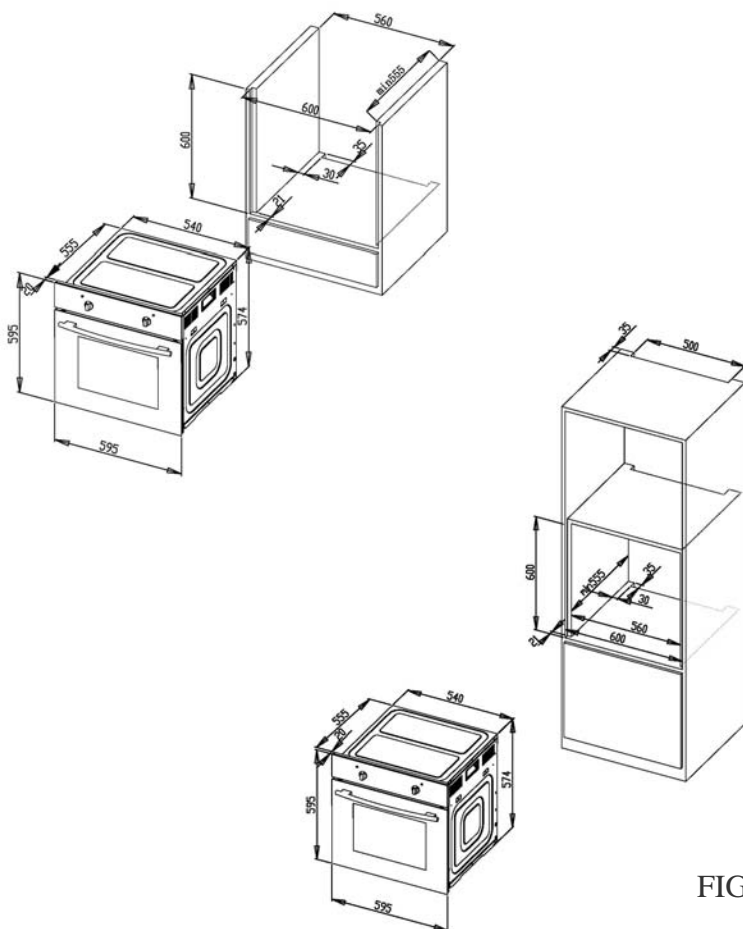

FIG.4
1. Le four doit être installé tel qu'indiqué en Fig. 4, sous un plan de travail ou dans une colonne.
2. Lors de l'insertion du four dans une colonne, afin de veiller à ce que la ventilation soit suffisante, il est indispensable de retirer le panneau arrière du meuble et de disposer d'une ouverture d'au moins 85 à 90 mm, tel qu'indiqué en Fig. 4.